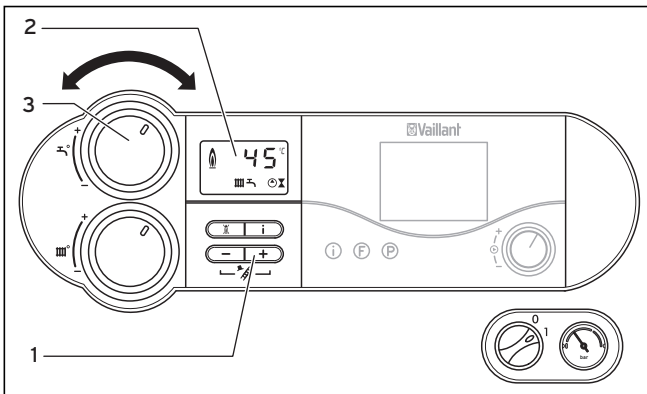

Bild 4.6 Ställa in varmvattentemperaturen
Under beredarladdningen blinkar symbolen  på displayen (2), se bild 4.6.
- Vrid ratten (3) helt till vänster för att ställa in varmvattentemperaturen, se bild 4.6. Varmvattenberedaren skyddas nu av en frostskyddsfunktion.